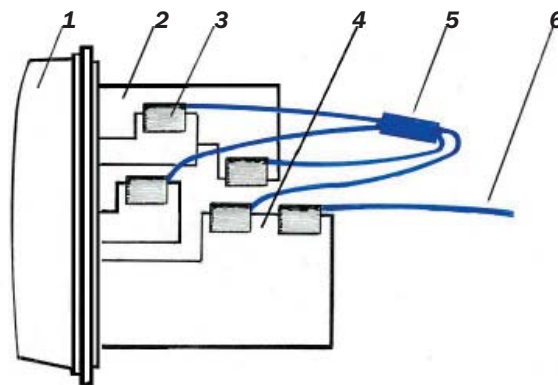

Рис. 22. Подключение перемычек к экранам кабелей:
6.6 Производят подключение к отогнутым «флажкам» соединителей перемычек, входящих в комплекты муфт. К длинному «флажку на основном кабеле» подключают соединители обеих перемычек (см. рис. 22).